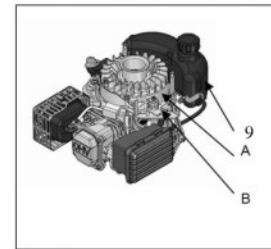

Fig. 12
4. Verplaats de starthendel (op de apparatuur) om de vliegwielrem los te laten en controleer of er speling is tussen de hendel van de toerentalregelaar en de terugkeerstaaf van de gashendel als de gashendel in de stand snel (of hoog) staat. Controleer ook of er minimaal 2 mm speling is tussen de stoppen en de remkabelbeugel. (Zie Fig. 12)